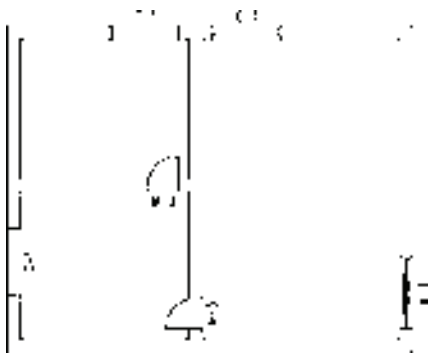

图 5-35 打开素材
1) 按〈Ctrl+O〉组合键，打开配套光盘提供的“第5章/5.2.2 门窗填墙.dwg”素材文件，结果如图5-35所示。